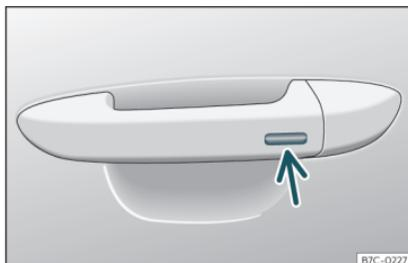

Fig. 91 Maniglia della porta: superficie sensibile.
- Tenere un dito per alcuni secondi sulla superficie sensibile di blocco»» fig. 91 (freccia) della maniglia della porta per chiudere il tettuccio. Se si smette di toccare la superficie sensibile si interrompe la funzione di chiusura.